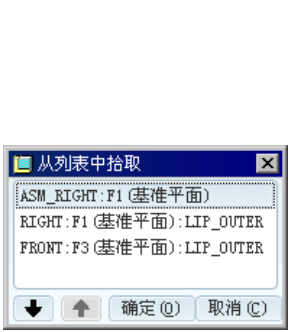

图 9.3.18 “从列表中拾取”对话框
(1) 在 **SETUP PLANE (设置平面)** 菜单中选择 **Plane (平面)** 命令。
(2) 在系统  **选取或创建装配基准** 的提示下, 将鼠标指针移至图 9.3.17 所示的位置并右击, 选择 **从列表中拾取** 命令, 然后在图 9.3.18 所示的列表中选择 **ASM_RIGHT::F1 (基准平面)** 选项, 并单击 **确定(O)** 按钮。
注意: 在选取基准平面时, 必须选取装配件的基准平面; 如果在图 9.3.18 所示的“从列表中拾取”对话框中选择 **RIGHT::F1 (基准平面)::LIP_OUTER** 选项, 即选择零件模型 LIP_INNER 的